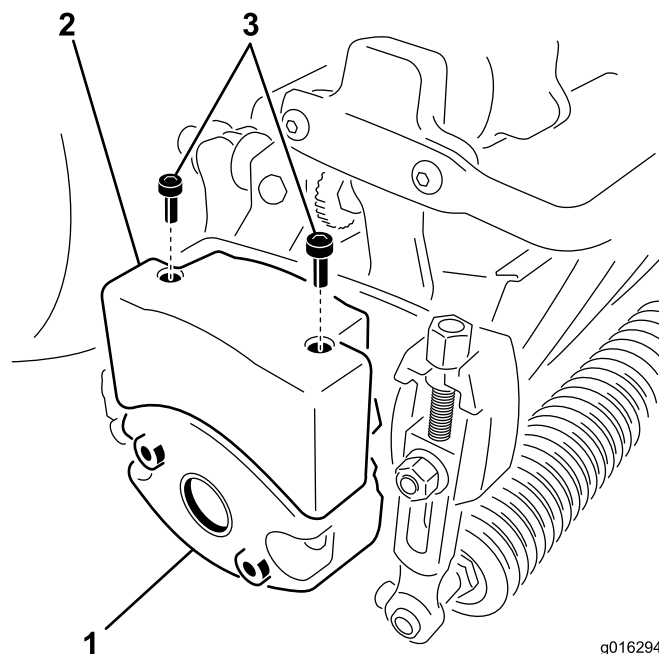

Figure 11
4. Retirez les 2 boulons de fixation de la masse à sur le côté gauche du plateau de coupe (Figure 11).
6. Montez la masse supérieure sur la masse du plateau de coupe avec 2 vis à tête creuse (Figure 11).